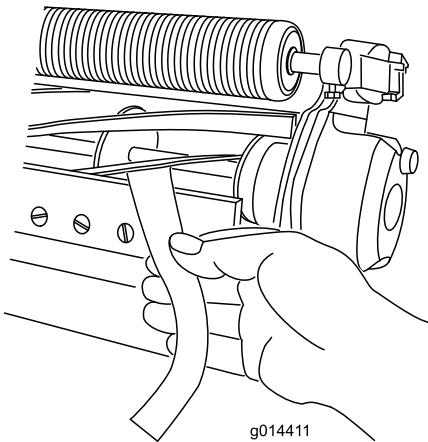

図 5
- リール前面の左右いずれかの端を選び、リールと下刃の間に長く切った新聞紙片を差し入れる（図 5）。リールをゆっくり前回転させながら下刃調整ネジを締める（新聞紙を入れた側の調整ネジを、1目盛りづつゆっくりと）。新聞紙を引き抜くのに軽い力が必要な程度でよい。
け、下から差し込むと切れるのが正しい調整である（図 5）。